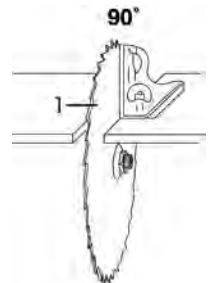

fig. 8 - ajuste del tope de 90°
4. Con la ayuda de una escuadra de 90°, ajuste la hoja de sierra con relación a la base, como muestra la fig. 8;